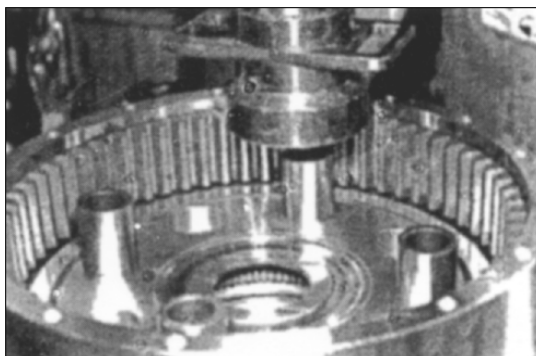

Рис. 101
10. Используя пресс, установите четыре втулки. Рис. 101.